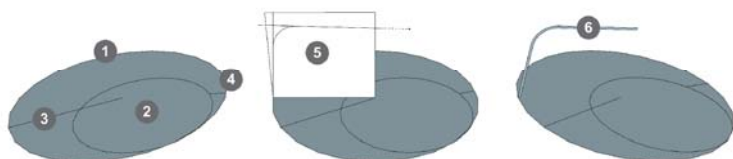

图 2.4.7 路径跟随准备
(1) 在地面上画一个大圆, 如图 2.4.7 ①所示, 半径为 $35676/2$, 这个圆形的一部分将作为放样路径。
(2) 根据尺寸画一个小圆, 如图 2.4.7 ②所示, 半径为 $22396/2$, 将用它来切割出内圆的形状。
(3) 根据造型在大圆与小圆间画两条短直线, 以确定放样的起止位置, 如图 2.4.7 ③④所示。
(4) 建立一个临时的立面, 在该立面上作图, 画出放样的截面, 如图 2.4.7 ⑤所示。
(5) 偏移 400mm, 删除废线面后形成放样截面, 如图 2.4.7 ⑥所示。